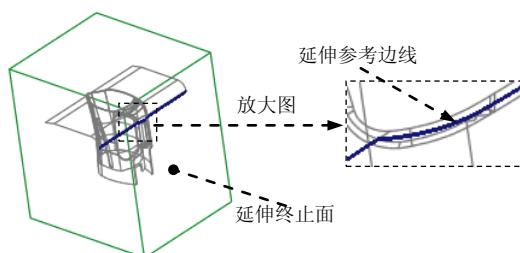

图 17.16 延伸参考边线
- (1) 选取图 17.16 所示的复制曲面的边线。
- (2) 单击 **分型面** 功能选项卡 **编辑** ▾ 区域的 **延伸** 按钮，此时出现 **曲面延伸：曲面延伸** 操控板。
- (3) 选取延伸的终止面。在操控板中按下 按钮，选取图 17.16 所示的坯料表面为延